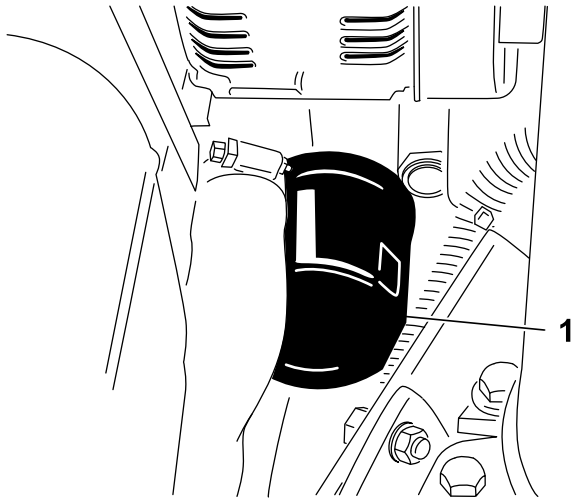

図 54
2. オイルフィルタ図 54を外す。新しいフィルタのシールに薄くエンジンオイルを塗って取り付ける。締めすぎないように注意すること。